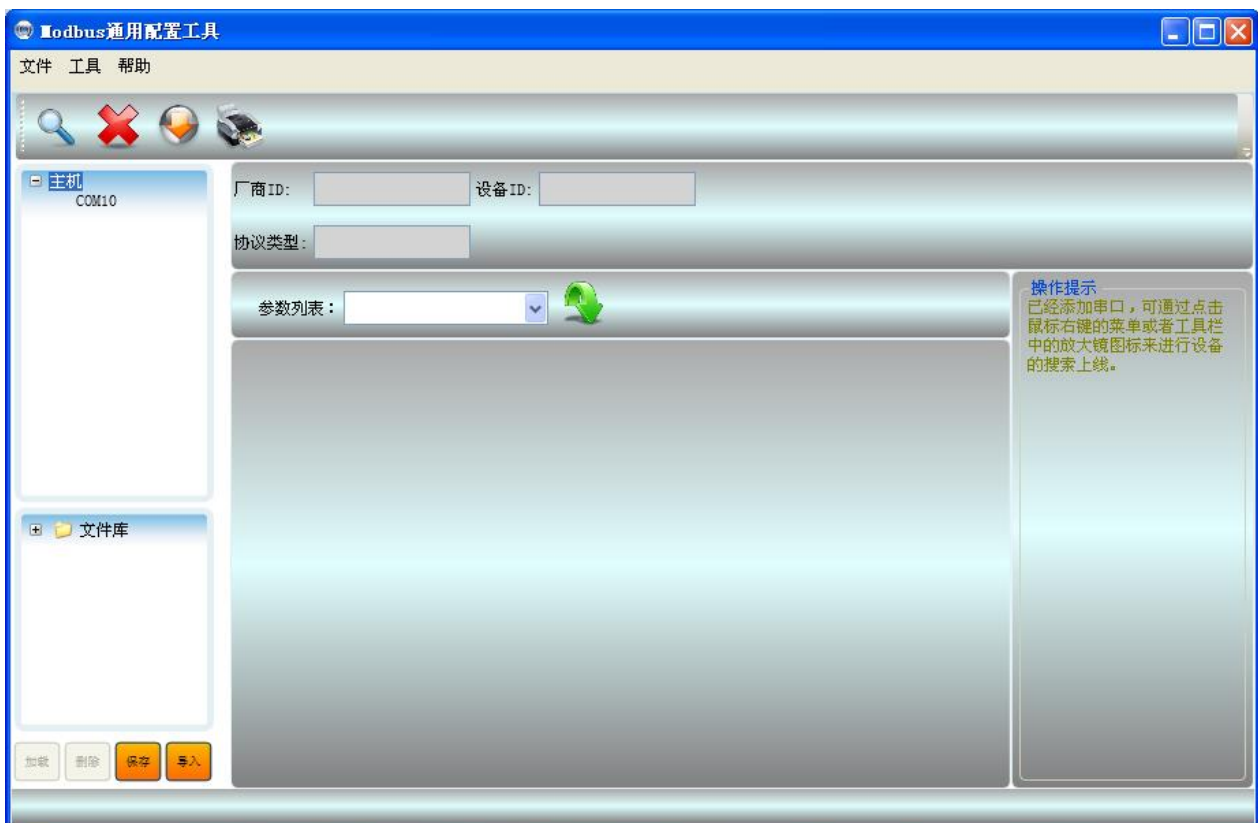

图 4.5 串口添加完成
- 4) 点击“创建”按钮，创建端口，如下图 4.5 所示：